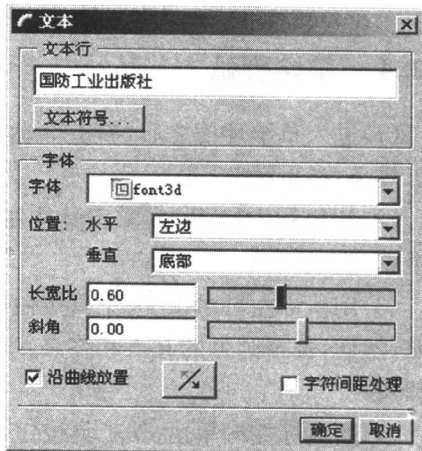

图 2-7 “文本”对话框
(3)单击一个终止点,在开始点和终止点之间创建了一条构造线,该线的长度决定文本的高度,该线的倾斜角度决定文本的倾斜方向,同时弹出“文本”对话框,如图 2-7 所示。